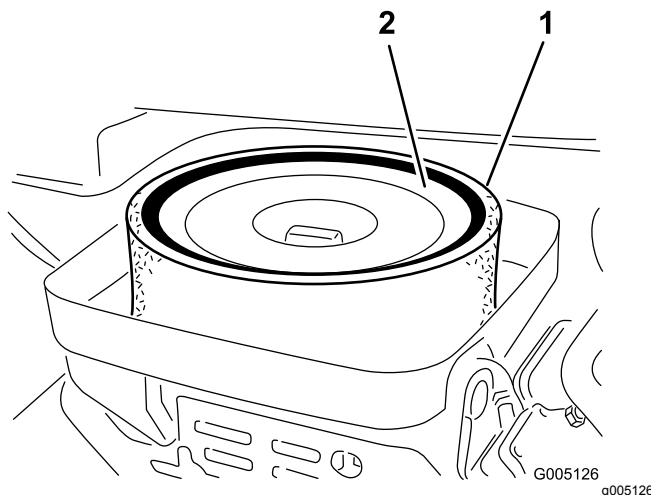

Figure 35
3. Enlevez l'écrou à oreilles qui fixe les éléments au boîtier du filtre à air (Figure 35).
4. Si l'élément en mousse est encrassé, sortez-le de l'élément en papier (Figure 35). Nettoyez-le soigneusement comme suit :